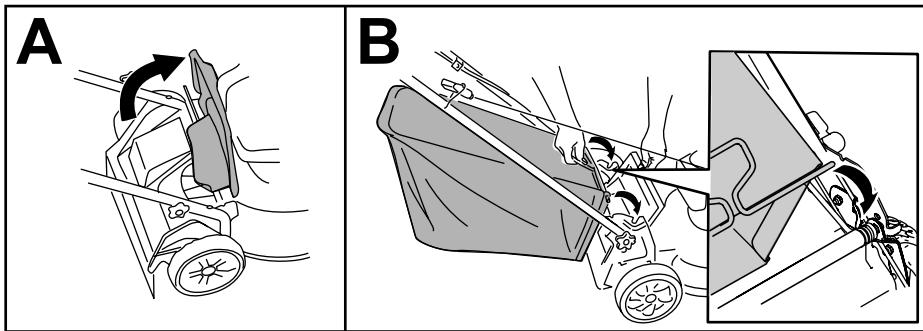

Figure 13
- Soulevez le déflecteur arrière (A de Figure 13).
- Insérez les extrémités de la tige du bac à herbe dans les crans des supports du guidon (B de Figure 13).
1. Soulevez le déflecteur arrière (A de Figure 13).